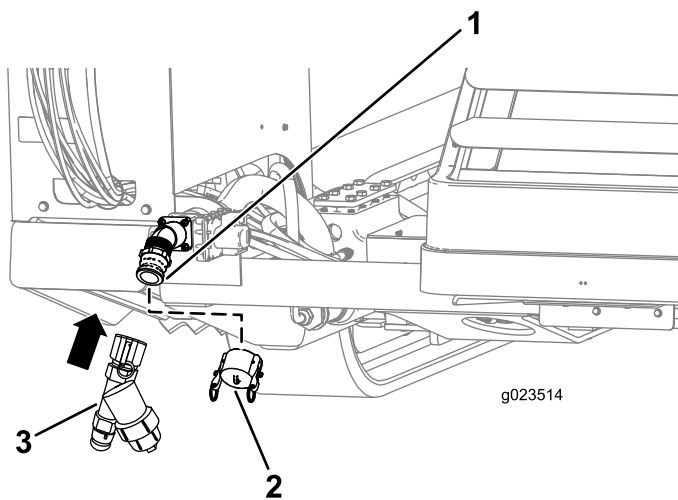

Figura 49
- Retire el tapón de la entrada de la bomba (**Figura 49**).
2. Alinee el filtro en Y con la rosca de la bomba (Figura 49).